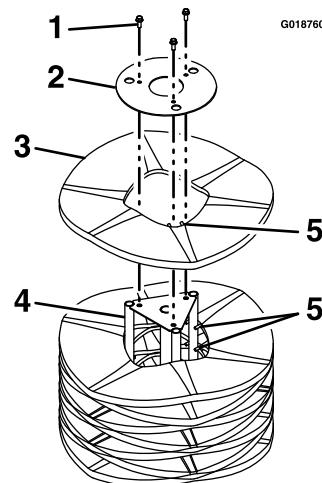

Рисунок 35
- Установите узел сердцевины щетки на торец так, чтобы съемная торцевая крепежная пластина была направлена вверх (Рисунок 35).
- Снимите крепежные детали с торцевой крепежной пластины (Рисунок 35) и сохраните их.
- Установите новый сегмент (сегменты), разместив металлические выравнивающие пальцы кольца со смещением, как показано на Рисунок 35.